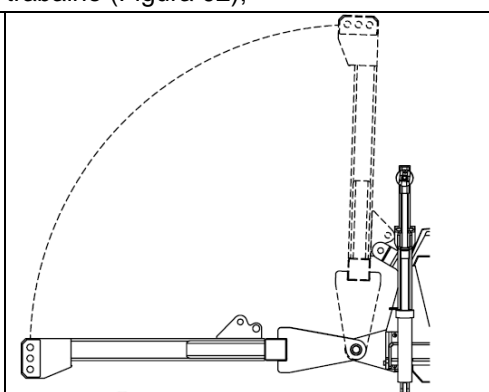

Figura 02
- 2) Escamoteie o cabeçalho, deixando-o em posição de trabalho (Figura 02);